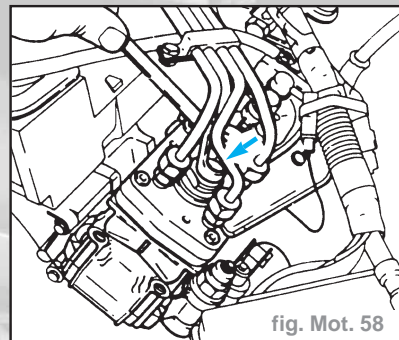
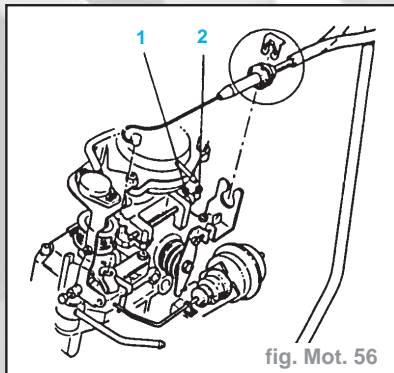

fig. Mot. 58
fig. Mot. 56
- Retirer le pointage, desserrer le contre-écrou (2) (fig. Mot. 56).
- Tourner la vis de butée du régime maximum (1); régime maximum du moteur.
- Dévisser d'un tour le bouchon de purge sur la pompe d'injection et effectuer la purge de la pompe d'injection à l'aide de la pompe à main (fig. Mot. 58).